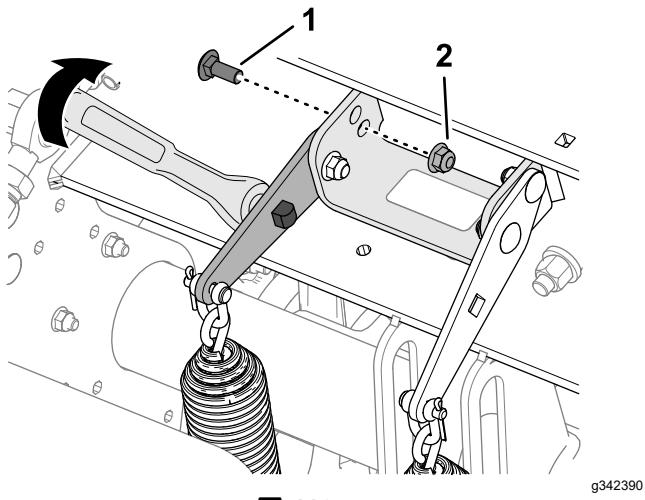

図 110
- スプリングテンションプレート (1)
- フランジロックナット後側 (2)
- サポートブラケットコアリングヘッド (3)
- 重量移動スプリング (4)
- スプリングテンションプレートの四角い穴に $\frac{1}{2}$ "のラチエットまたはバールを差し込む図 110。